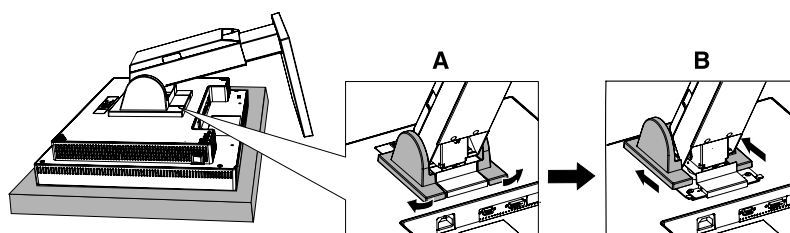

Abbildung S.3
3. Entfernen Sie die beiden Plastikteile. Drücken Sie sie mit den Fingern etwas vom Fuß weg (A). Drücken Sie sie dann nach oben (B) (**Abbildung S.3**).